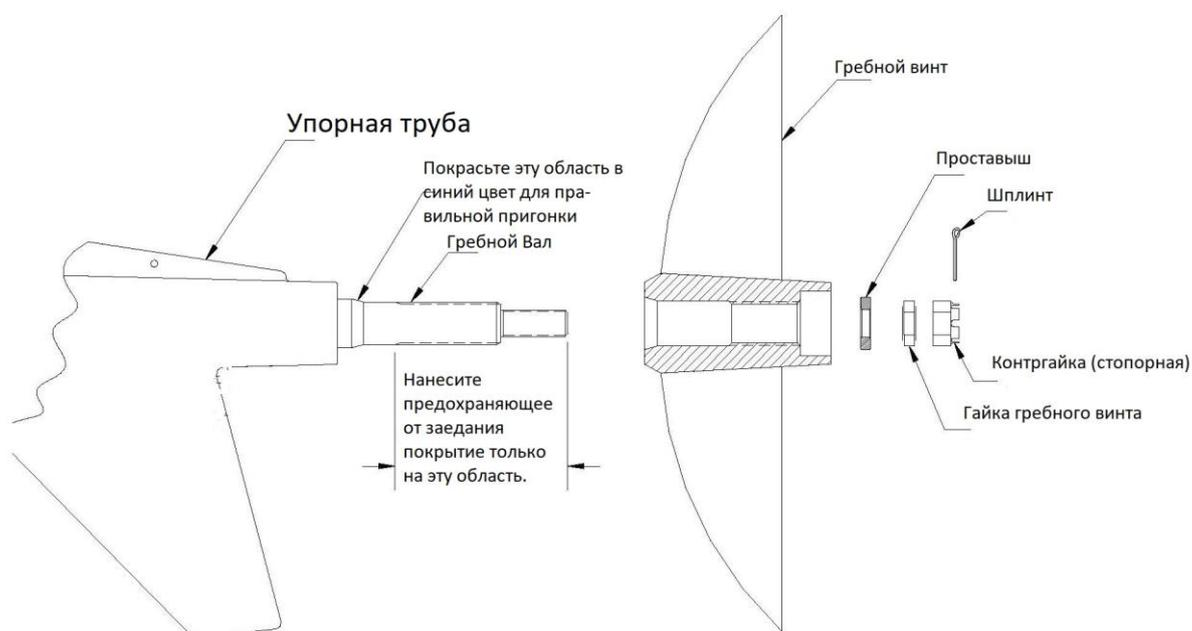

Рис. 10 Установка гребного винта.
1. Нанести тонкий слой смазки, предохраняющий от заедания, гребной вал, как показано на рис.10.